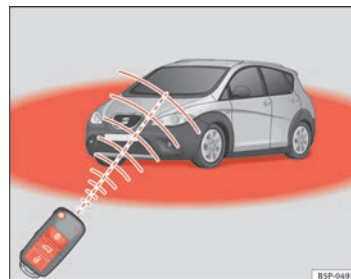

Fig. 64 Radio de acción del mando a distancia por radiofrecuencia
- El mando a distancia por radiofrecuencia funciona únicamente dentro de su radio de acción ⇒ **página 105, fig. 64** (zona roja).